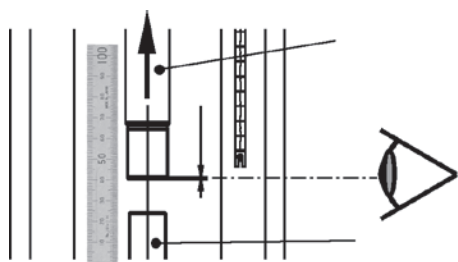

Рис. 12.
2. Подсоедините трубку панели ручной загрузки к верхней пластине (17).
4. Снова подсоедините трубку панели ручной загрузки к верхней пластине (17) и траверсе (1), объединенной с соединительным элементом нижней пластины.
5. Втяните шток привода приблизительно на 0,1 дюйма (2 мм) пневматически или путем вращения маховика, контролируя перемещение штока с помощью шкалы хода (см. рисунок 12).
4. Выдвиньте шток привода приблизительно на 0,1 дюйма (2 мм) пневматически или путем вращения маховика, контролируя перемещение штока с помощью шкалы хода (см. рисунок 12).
5. Соберите разъемный зажим (22).
2. Подсоедините трубку панели ручной загрузки к траверсе (1), объединенной с соединительным элементом нижней пластины.
3. Втяните шток привода приблизительно на 0,1 дюйма (2 мм) пневматически или путем вращения маховика, контролируя перемещение штока с помощью шкалы хода (см. рисунок 12).
4. Соберите разъемный зажим (22).